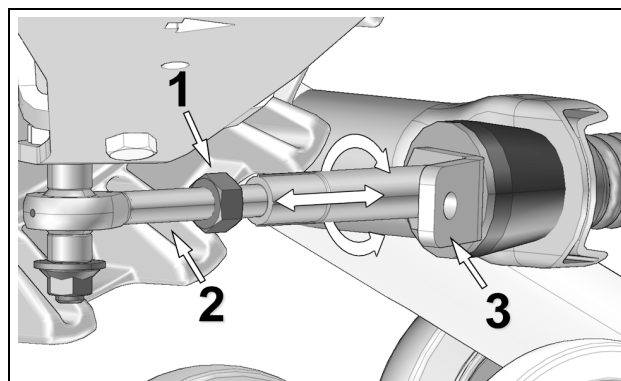

Figure 5
- Desserrer le contre-écrou (1) de l'embout à rotule. Ajuster la longueur de l'embout (2) en tournant le support de limiteur de conduite (3) au bras stabilisateur à l'aide d'une clé jusqu'à l'obtention de l'ajustement de 270 mm entre la barre plate et le sol. Figure 5.